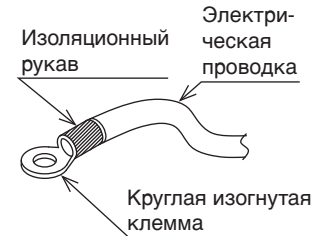

Рис. 11
- Обязательно используйте круглые изогнутые клеммы с изоляционными рукавами для подсоединения проводов к клеммной колодке источника питания. (См. Рис. 11.)